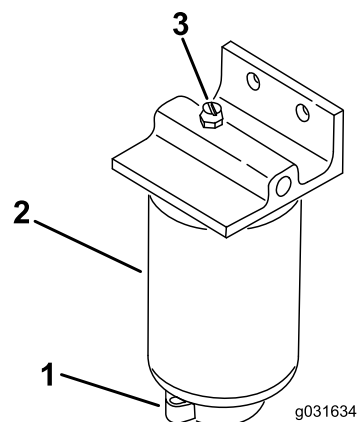

Figura 52
2. Liberte a válvula de escoamento que se encontra na zona inferior do filtro (Figura 52).
1. Limpe a zona de montagem do filtro (Figura 52).